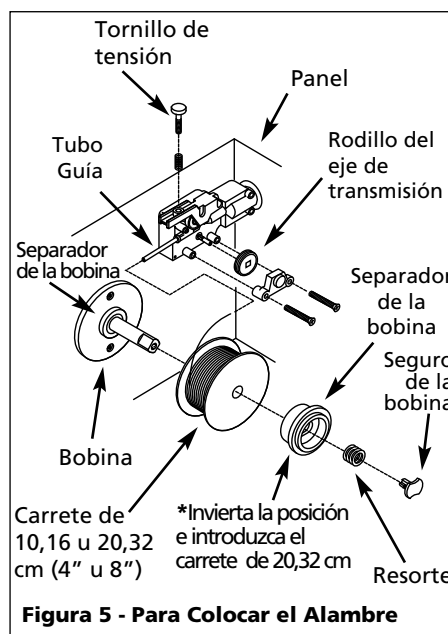

Figura 5 - Para Colocar el Alambre
***Vea las instrucciones de ensamblaje en la Figura 5.**